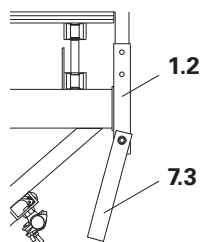

Fig. B1.36
1. Fixar o conector de contraventamento CB (7.3) com parafuso M16 x 100, SW 24, ao tubo vertical da consola (1.2). (Fig. B1.36)